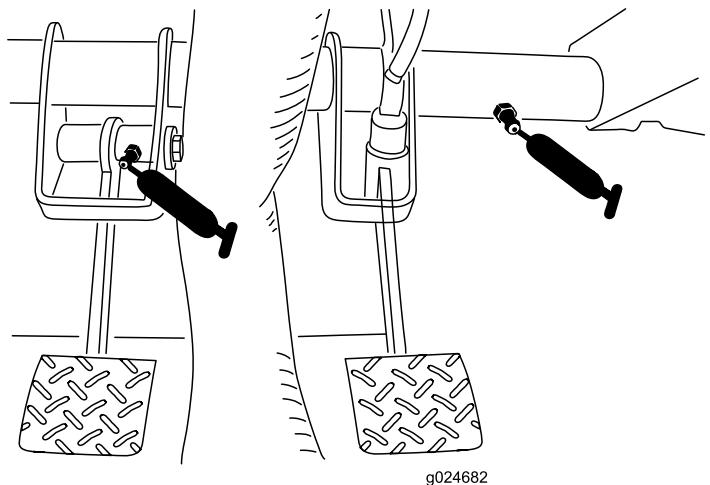

Figura 30
- **Embrague (1); consulte Figura 30**
- **Freno (1); consulte Figura 30**